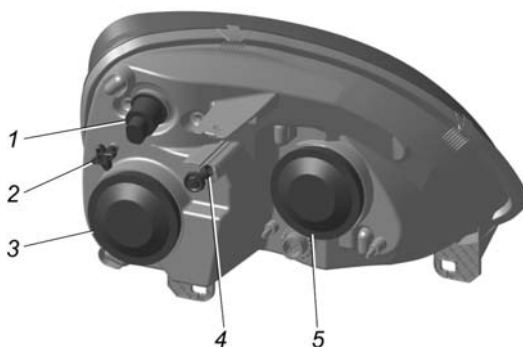

Рис. 8.4. Блок-фара:
Головные фары. Для замены ламп ближнего света и габаритного огня в блок-фаре необходимо снять резиновую крышку 3 (рис. 8.4).
– отрегулировать световые пучки ручками 2 (рис. 8.4) и через гнездо 4 поочередно для каждой фары.